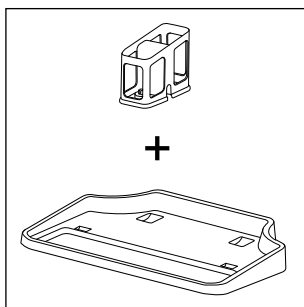
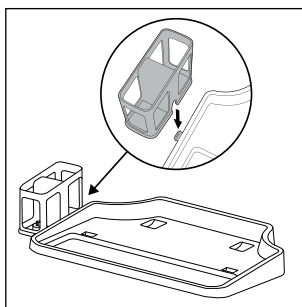

Fig. 4
Fig. 5
- ♦ Parkerings- og rensestationen består af en bakke til frastilling **4** og en børsterulleholder **5** (se fig. 4). For at montere parkerings- og rensestationen skubbes børsterulleholderen **5** ind i åbningen på siden af bakken til frastilling **4**. Skub børsterulleholderen **5** ned i åbningen, indtil den sidder fast på bakken til frastilling **4** (se fig. 5).